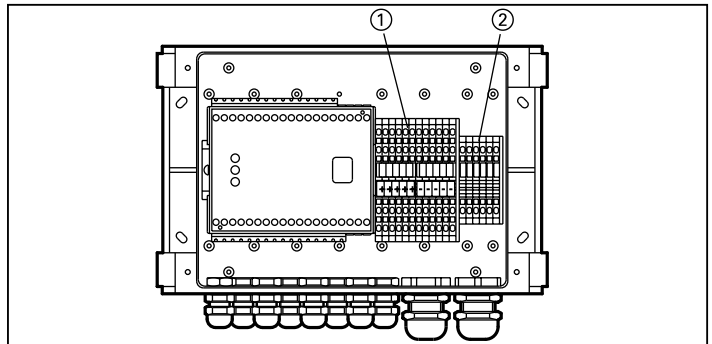

Fig. 5-1: Blocos de terminais da caixa IP 65
**Aviso** No caso da caixa IP 65, os blocos de terminais da caixa devem ser utilizados, de acordo com a *Fig. 5-1*, para a ligação dos fios das barreiras fotoeléctricas de segurança e dos sensores de silenciamento.